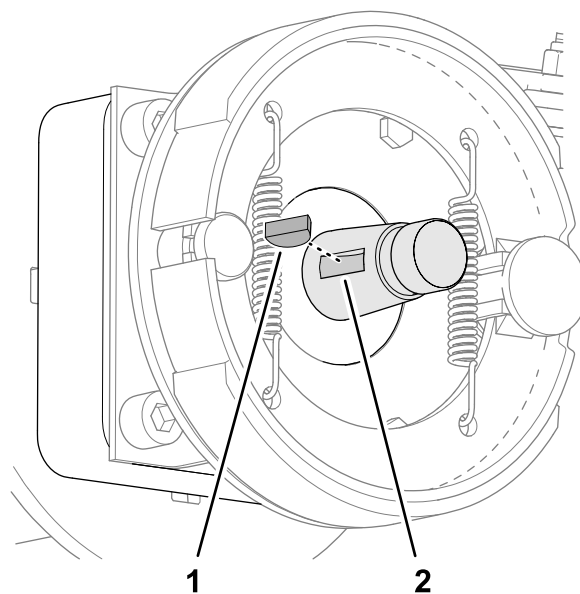

Рисунок 65
5. Снимите сегментную шпонку с вала колесного мотора (Рисунок 65).